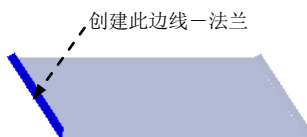

图 17.8.26 创建边线一法兰 2
Step3. 创建图 17.8.26 所示的钣金特征——边线一法兰 2, 详细操作过程参见上一步。